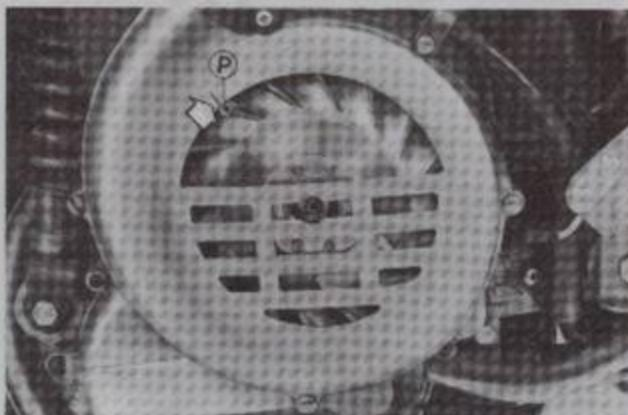

Fig. 13 M
- El calaje del motor resultará correcto cuando la marca «P» (Fig. 13 M) esté alineada o separada en $\pm 1^{\circ} 30'$ respecto a la marca correspondiente grabada en la tapa de caracol (●).